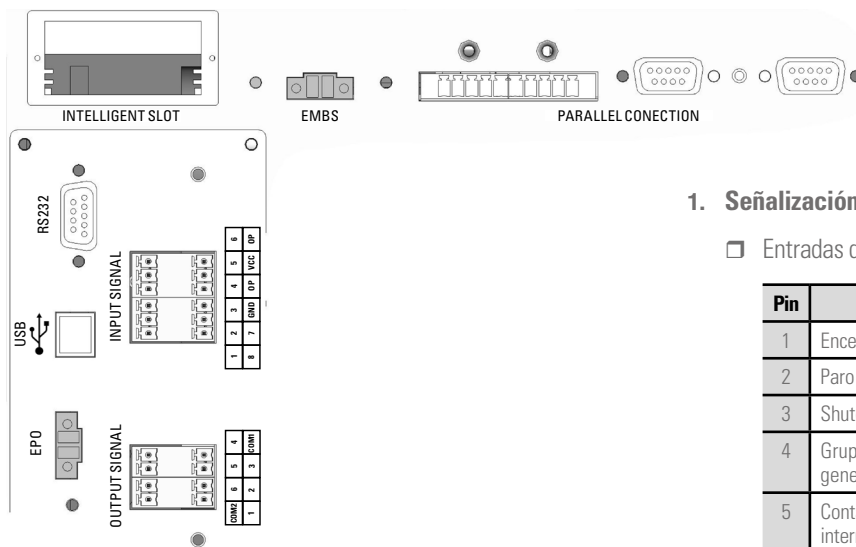
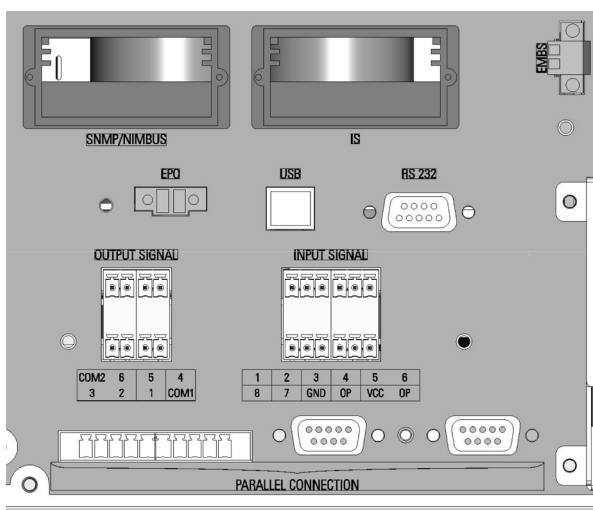
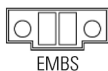

Fig. 19. Detalle de la Interface externa y comunicaciones equipos versión torre.
Fig. 20. Detalle de la Interface externa y comunicaciones equipos versión rack.
Fig. 24. Conector contacto auxiliar conmutador de bypass manual SAI.
La interfaz del equipo con el exterior consta de diversas señales dedicadas de entrada y de salida, y de diferentes puertos y slots de comunicaciones, tal como muestra las Fig. 19 y Fig. 20:
- Puertos paralelo (ver Parallel Connection Fig. 19)
El conmutador de bypass manual del equipo (**Q5**) dispone un micro interruptor colocado detrás de su bloqueo mecánico. Este contacto normalmente abierto está extendido hasta una regleta de dos bornes (**EMBS**) situada detrás del equipo (ver Fig. 19 y Fig. 24) e internamente conectado al propio control del SAI.
El SAI dispone de dos bornes para la instalación de un pulsador externo de Paro de Emergencia de Salida -EPO- (Fig. 19).